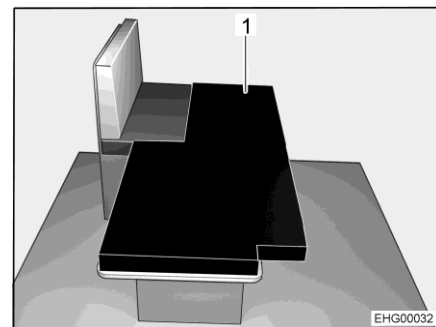

Fig. 45 Después de la transformación
- Colocar el cojín adicional (Fig. 45,1) en la mesa bajada del modo mostrado en la imagen.